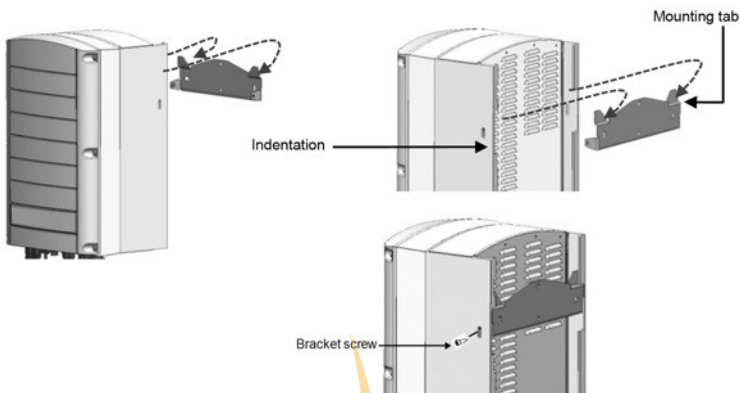

Abbildung 9: Aufhängen des Wechselrichters an der Halterung
- Stellen Sie sicher, dass die flache Kante der Halterung unten liegt, wie in *Abbildung 9* dargestellt.
5. Hängen Sie den Wechselrichter an die Halterung (siehe *Abbildung 9*): Heben Sie den Wechselrichter an den Seiten an oder halten Sie ihn oben und unten fest, um das Gerät an seinen Platz zu heben. Heben Sie den Wechselrichter nicht an der DC-Sicherheitseinheit der Verbindungseinheit an, da diese dadurch beschädigt werden könnte.
9. Führen Sie die beiden mitgelieferten Schrauben durch die äußere Kühlrippe auf beiden Seiten des Wechselrichters in die Halterung ein (siehe *Abbildung 9*). Ziehen Sie die Schrauben mit einem Drehmoment von $4,0 \text{ N}\cdot\text{m}$ / $2,9 \text{ lb}\cdot\text{ft}$ fest.